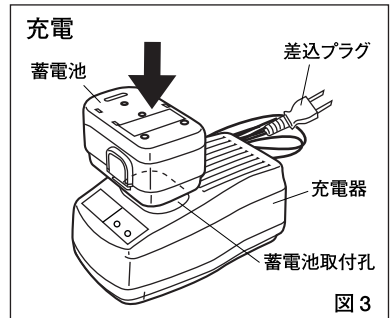

図 3
- ②充電器の蓄電池取付孔に蓄電池を取付けます。しっかり奥まで差し込んでください。(図3)